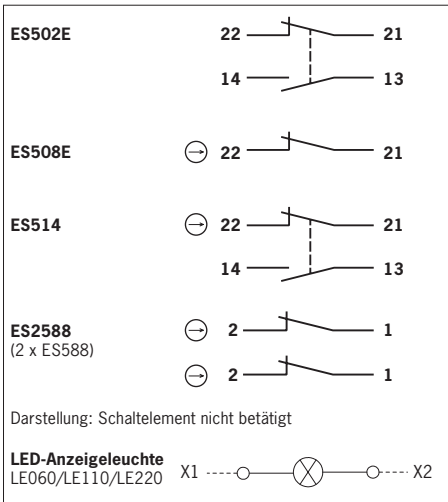

Bild 1: Schaltelemente und Anschlussbelegung
Bei Verwendung von Anzeigeleuchten ist der auf dem Gehäuse der Anzeigeleuchte aufgedruckte Spannungsbereich einzuhalten (Anschluss siehe Bild 1).
- Kontaktbelegung siehe Bild 1